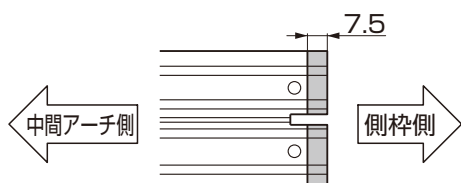

図2-2 端部屋根材ホルダーの加工
- ①両端部に取付ける屋根材ホルダーの側枠側を加工してください。(図2-2参照)